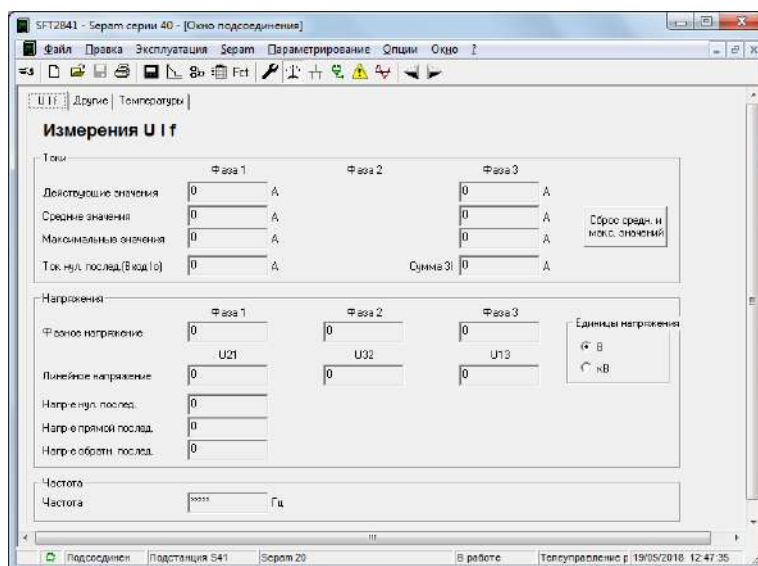

Рисунок 1.12 – Окно «Измерения UIf»
17. Панель измерений  (рис. 1.12) определяет текущие параметры входных характеристик токов напряжений частот, фазное и линейное значение.